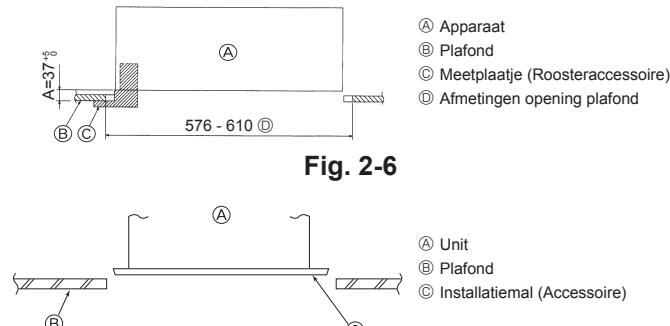

Fig. 2-6
- Als u het apparaat niet exact tegen het gat in het plafond kunt ophangen, dan kunt u het verschuiven door middel van een gat in de ophangplaat. (Fig. 2-6)